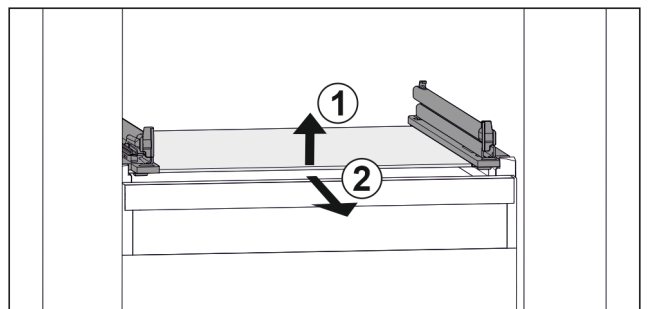

Fig. 47 Primjerni prikaz staklene ploče
- ▶ Staklenu ploču podignite srijeda. Fig. 47 (1)
- ▶ Izvadite staklenu ploču prema naprijed. Fig. 47 (2)